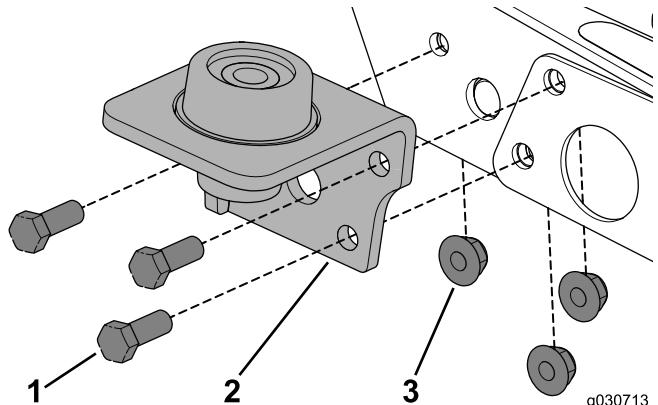

Figure 17
1. Retirez les fixations existantes et utilisez les 3 boulons (3/8 x 1 po) et écrous à embase pour fixer le support à la machine (Figure 17).